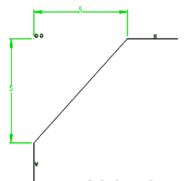

Abb. 2
- Bemaßung über Länge1 und Länge2 (Abb.2)